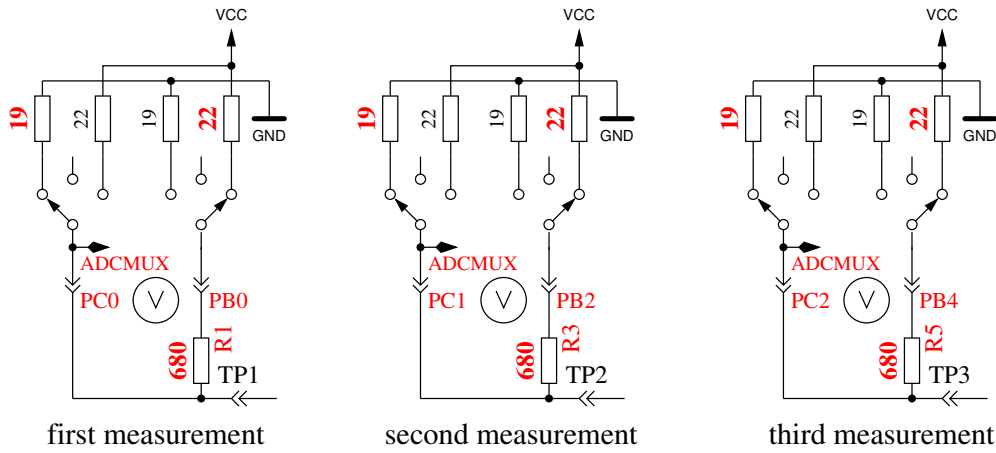

Abbildung 5.53: Messung des Innenwiderstandes von auf GND geschalteten Port-C-Ausgängen.
5. Dieser Schritt testet die **Fähigkeit von mit GND (-) verbundenen 470kΩ-Widerständen (H) die Testpins auf GND zu ziehen**. Zeile 1 zeigt den Text „RH-“. Zeile 2 sollte für alle drei Pinne Null mV anzeigen.
6. Dieser Schritt testet die **Fähigkeit von mit VCC (+) verbundenen 470kΩ-Widerständen (H) die Testpins auf VCC zu ziehen**. Zeile 1 zeigt den Text „RH+“. Der bestmögliche mV Wert für die drei Messungen wäre 0 in Zeile 2, da die Diffenz zu VCC dargestellt wird. Große Abweichungen vom Idealwert für Schritt 5 und 6 sind Fehler wie Isolations-Problem, Flussmittelreste oder beschädigter Port.
8. **Messung des Innenwiderstandes eines auf GND geschalteten Ausgangs.** Dieser und die folgenden Schritte werden nur bei gewählter AUTO\_CAL Option durchgeführt. Die internen Port C Widerstände von auf GND (-) geschalteten Ausgängen werden mit dem Strom der nach VCC (+) geschalteten 680Ω Widerstände gemessen, siehe Abbildung 5.53. Es werden nur die drei Pins des ADC-Ports vermessen, die Widerstands-Ports PB0, PB2 und PB4 können nicht ohne Veränderung der Hardware gemessen werden. Es wird angenommen, dass die Portwiderstände von unterschiedlichen Ports nahezu identisch sind. Der Widerstandswert wird im nächsten Schritt mit ausgegeben.